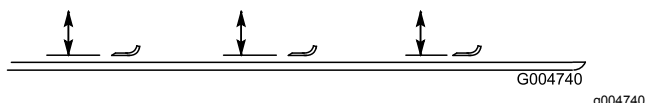

Figura 113
2. Ruotate la lama fino a quando le estremità non sono rivolte in avanti e indietro e misurate la distanza tra l'interno del piatto di taglio e il tagliente sulla parte anteriore della lama (Figura 113).